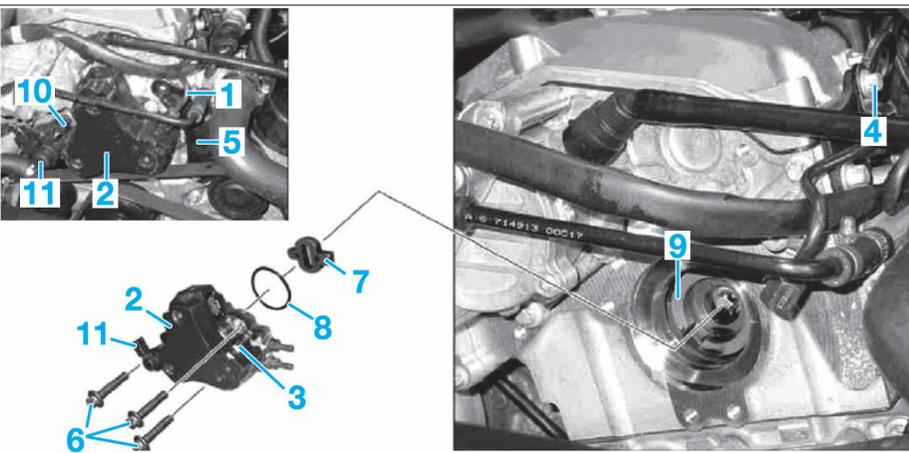

FIG. 49
- Retirer la fiche de la sonde de température du carburant (10) et celle de la valve régulatrice de débit (11) (Fig.49).
- Dévisser la vis (4) sur le support de la conduite de pression (1).
- Dévisser la conduite de pression (1) sur la pompe haute pression (2).